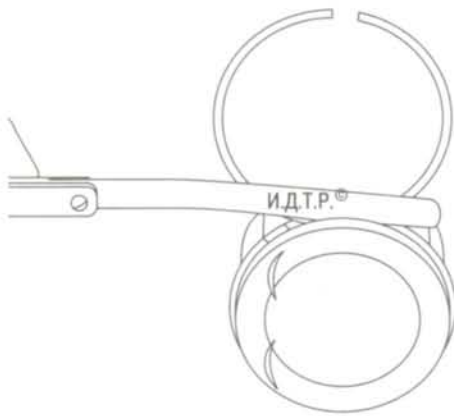

Рис. 5.26. Измерение зазора между компрессионным кольцом и канавкой поршня
3. Проверьте зазоры между компрессионными кольцами и канавками на поршне (рис. 5.26), предварительно очистив кольца от нагара. Номинальный зазор для компрес-